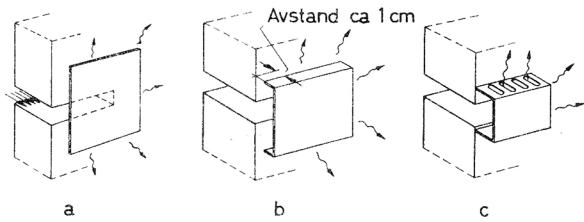

Fig. 34a, b og c. Prinsippskisser. Uteluften støter mot en vegg og fordeles i et plan parallelt med veggene.
- 34 Ventilasjonsluften kan til en viss grad fordeles ved å gi ventilasjonsristen en riktig utforming slik at luften blir mest mulig spredt, helst i plan parallelt med veggene, se prinsippskissene fig. 34a–e.